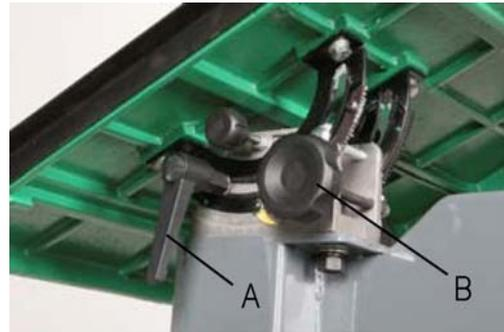

Fig. 9 : Réglage de l'inclinaison de la table de sciage
Étape 1 : Tournez le levier de verrouillage (Fig. 9, Pos. A) sur les tourillons.
Étape 2 : Tournez le bouton d'inclinaison de la table (Fig. 9, Pos. B) pour régler la table à l'angle désiré. Utiliser l'échelle de l'indicateur d'angle sur le support du robinet pour trouver l'angle désiré.